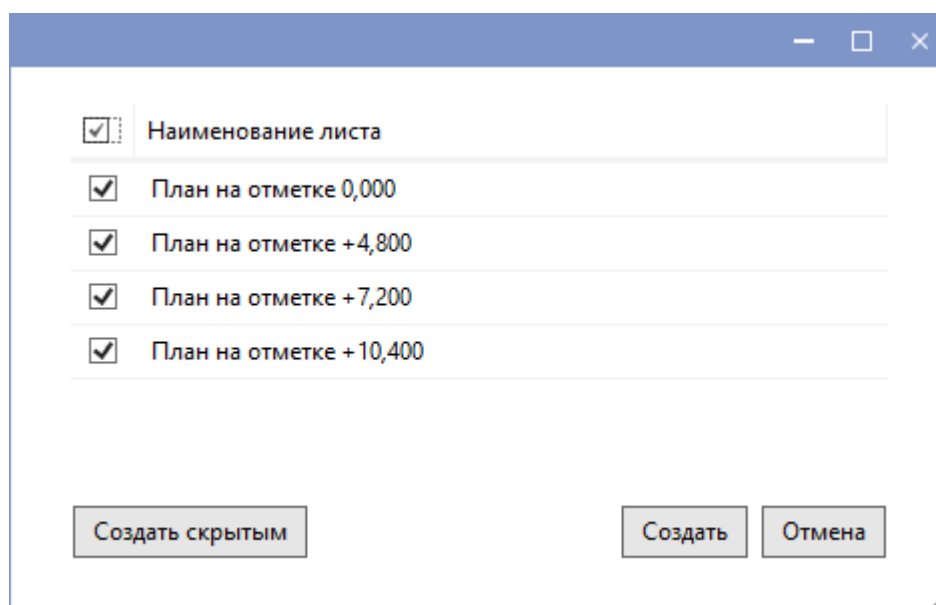

Рис.1.2.3 Выбор листов для публикации
3. Откроется окно выбора листов для публикации (рис.1.2.3.). Укажем листы, которые необходимо опубликовать и нажмем **Создать**